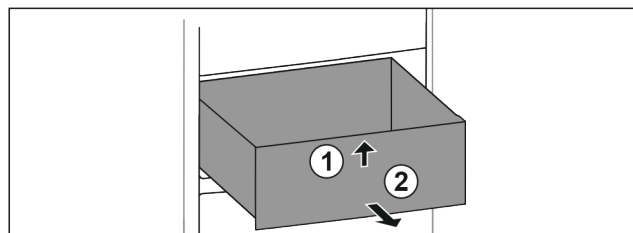

Fig. 63
- Nadzvedněte zásuvku vpředu. Fig. 63 (1)
- Vyjměte zásuvku dopředu. Fig. 63 (2)